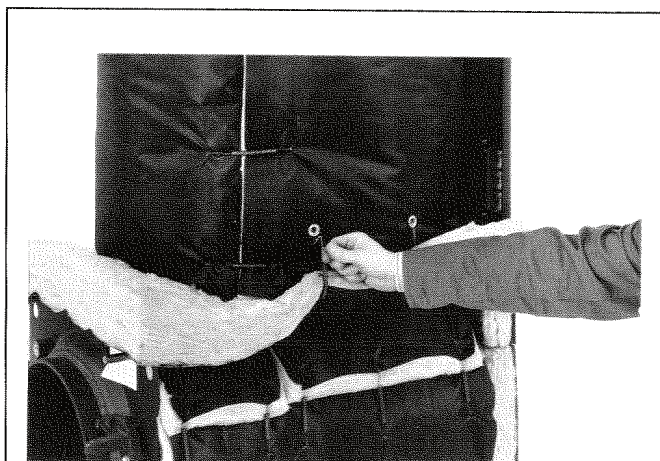

Abb. 19 Wärmedämmmatte für die Speicherunterseite befestigen
3. Die Wärmedämmmatte für die Speicherunterseite mit Federhaken (Federhaken liegen in der Verpackung der Wärmedämmung) am Wärmedämmmantel für den Speicher-Wassererwärmer befestigen (Abb. 19).